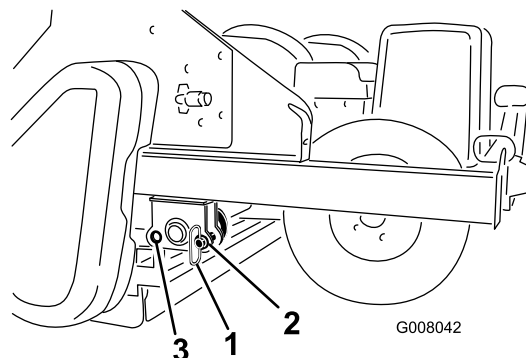

Figura 23
1. Retire os pinos de armazenamento da posição dos orifícios traseiros (Figura 23).
3. Instale os pinos de armazenamento na posição dos orifícios frontais (Figura 23).